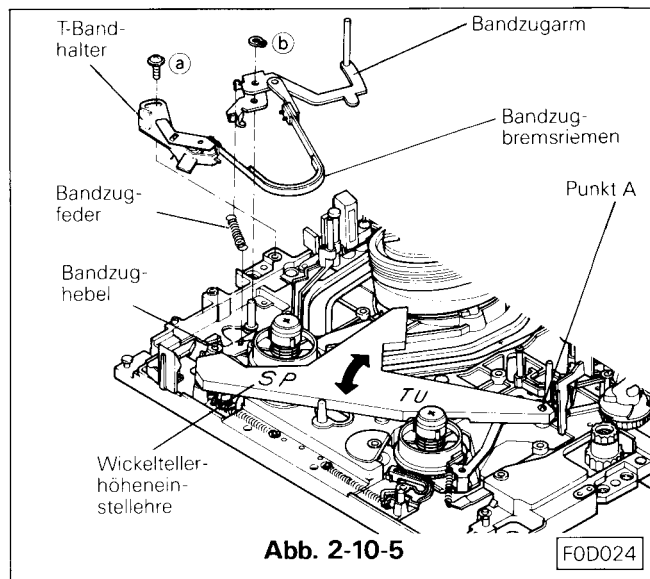

Abb. 2-10-5
- F. Den Bandzugarm auf die Achse aufsetzen und mit Sicherungsring \textcircled{b} sichern. (Siehe Abb. 2-10-5)
- G. Bandzugfeder zwischen Bandzughebel und Bandzugarm einsetzen. (Siehe Abb. 2-10-5)
- H. Das T-Band vorsichtig auf das Chassis aufsetzen und den Halter mit Schraube \textcircled{a} leicht befestigen. Beachten Sie, daß das Bremsband frei von Schmutz oder Fett ist. (Siehe Abb. 2-10-5)